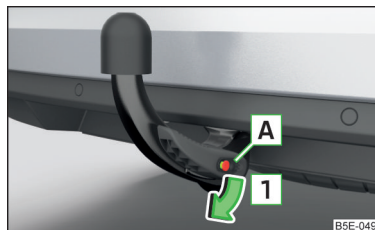

Fig. 305
- Extraiga la tapa **A** de la cerradura en el sentido de la flecha **1** » fig. 305.